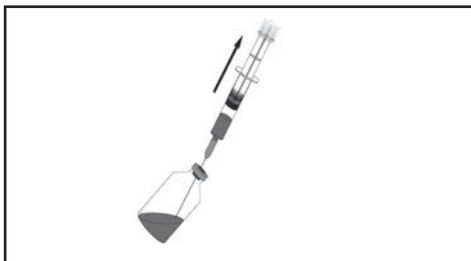

Figura 2a.
- 2.1 Transfiera la cantidad necesaria del fármaco de su envase a la jeringa, aspirando la solución al interior de la jeringa mediante la aguja estéril acoplada (Figura 2a). Deje una burbuja de aire pequeña (1 ml o menos) en la jeringa para lograr una mejor mezcla.